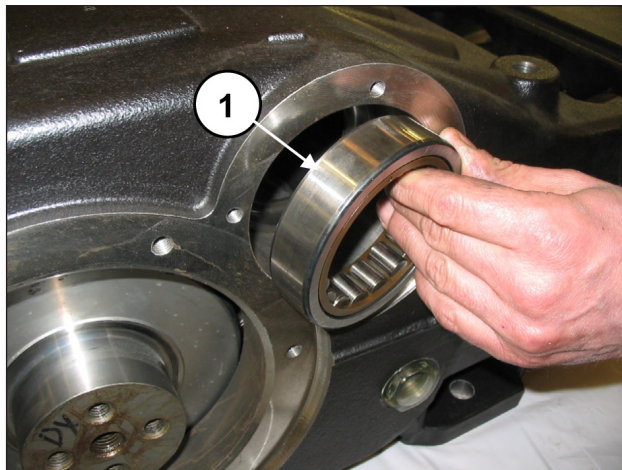
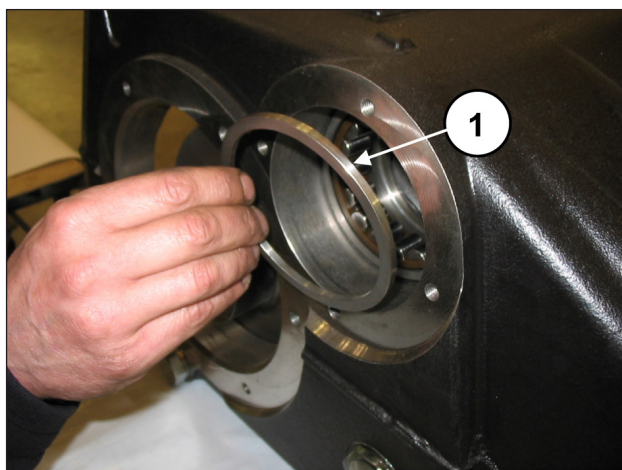
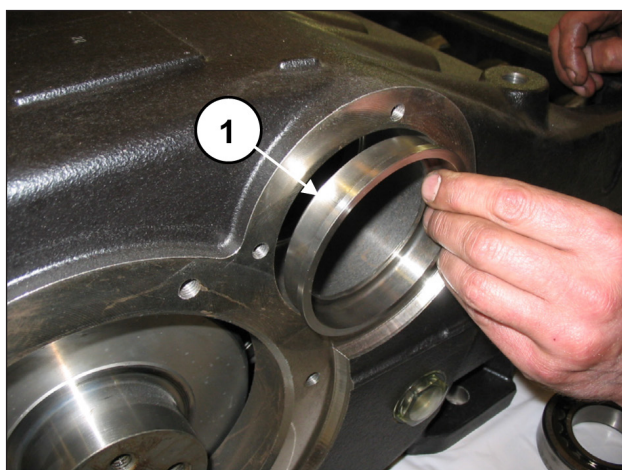

Fig. 36
Fig. 37
Fig. 38
Utilizando una herramienta lo suficientemente larga (pos. ①, Fig. 36) y una herramienta de percusión, extraer las anillas de los cojinetes del cárter de la bomba (pos. ①, Fig. 36), el distanciador del cojinete externo (pos. ①, Fig. 37) y el casquillo de lubricación de los cojinetes (pos. ①, Fig. 38).